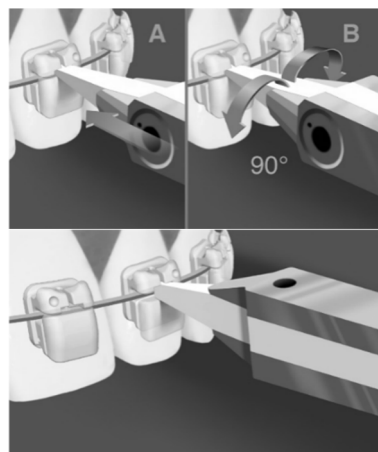

図 5
- (2) 3M ユニテック 開閉用 インストルメントをいずれかの方向に 90 度回転 (4 分の 1 回転) させ、ドアを開ける (図 5)。ドアは、上顎は切縁側または咬頭側、下顎は歯頸側方向に開く。